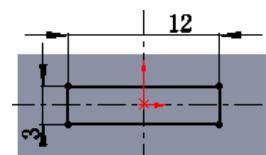

图 7.7 横断面草图
- ② 定义横断面草图。在草图环境中绘制图 7.7 所示的横断面草图。
- ③ 选择下拉菜单 **插入(I)** → **退出草图** 命令，退出草图环境，此时系统弹出“凸台一拉伸”对话框。